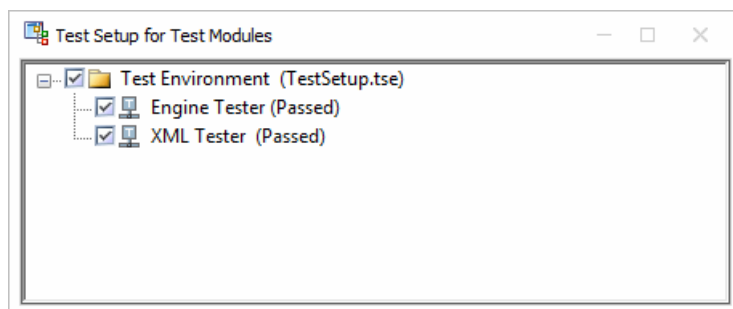

图 3.20 Test Setup for Test Modules 窗口
(1) Test Setup for Test Modules (测试模块测试设定) 窗口：用于测试模块的创建、配置和编辑，如图 3.20 所示。